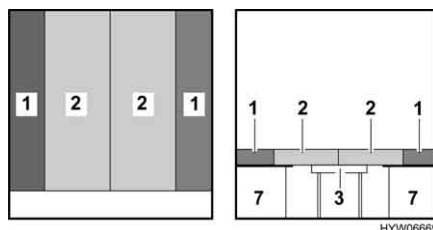

Fig. 62 Dopo la trasformazione
- Collocare i cuscini dello schienale (Fig. 62,1) sulla parete esterna. Rispettare la forma cuneiforme.
- Premere entrambi i cuscini del divano (Fig. 62,2) fra i cuscini dello schienale.